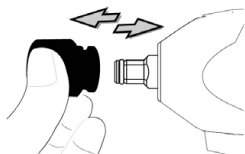

Fig. 4
1. Toppen monteres ved at skubbe den så langt ind i drivspindlen, som den kan komme. (Se Fig. 4).